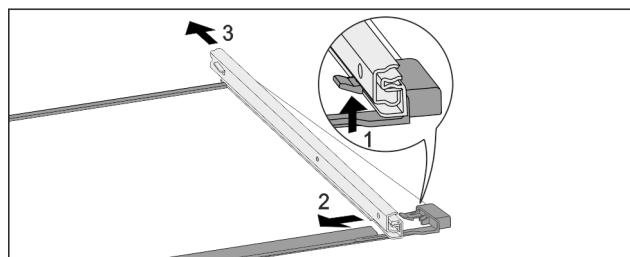

Fig. 233 Скляна пластина з рейками
- ▶ Натиснути передній гачок-фіксатор вгору. Fig. 233 (1)
- ▶ Виштовхніть виїзну рейку в сторону Fig. 233 (2) та назад Fig. 233 (3).